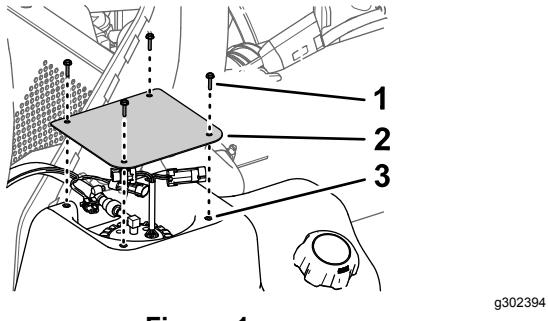

Figure 1
5. Retirez les 4 vis qui fixent le couvercle et déposez celui-ci (Figure 1).